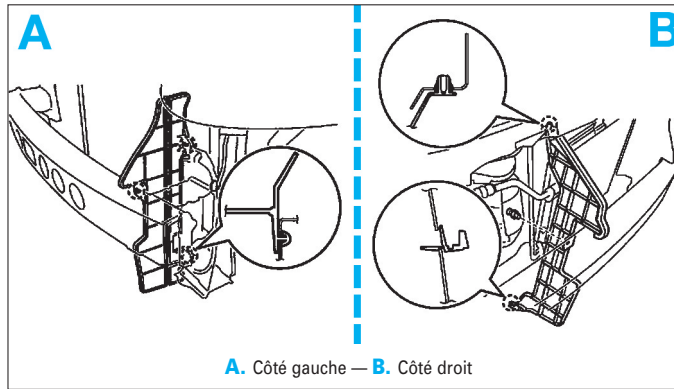

FIG. 25
- Déposer les deux guides d'air latéraux de radiateur (fig. 25).